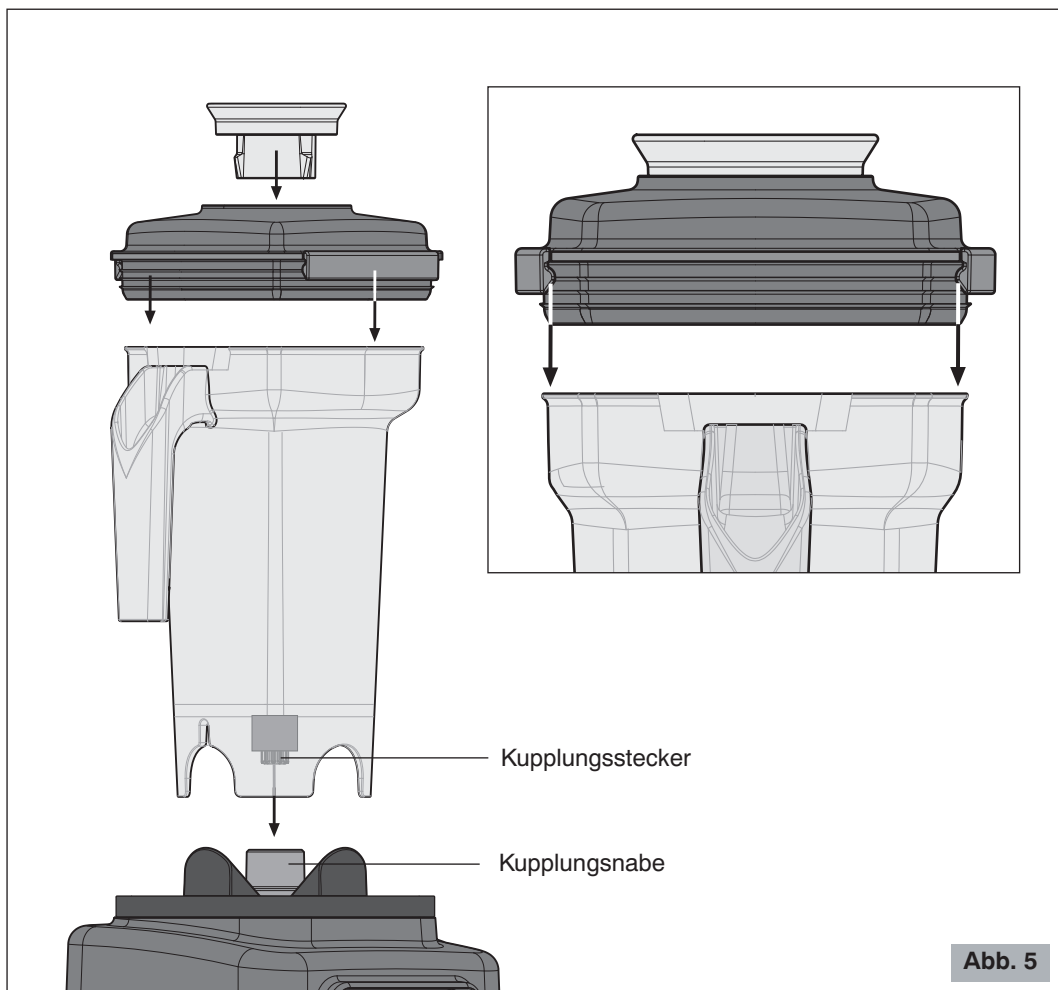

Abb. 5
- 2** Den Behälter auf das Untergestell positionieren, indem man ihn in die entsprechende Halterung einfügt (siehe Abb. 5).
- 3** Den Deckel in den Behälter einfügen, indem Sie auf die Verschlusshaken drücken (siehe Abb. 5).